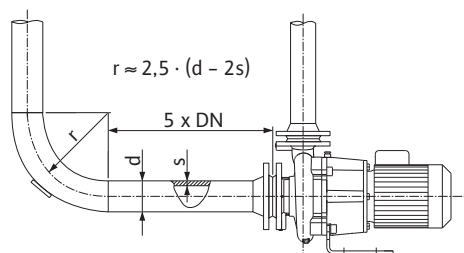
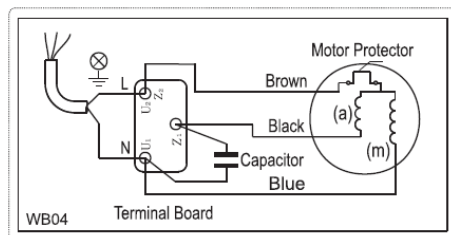

Fig. 4: Section de stabilisation en amont et en aval de la pompe
Fig. 5: Raccordement monophasé
- L'alimentation réseau dépend de la puissance moteur P_2 , de la tension d'alimentation et du type de branchement. Consulter le tableau suivant ainsi que les Fig. 4 et Fig. 5 pour connaître le couplage requis des ponts de raccordement dans la boîte à bornes.